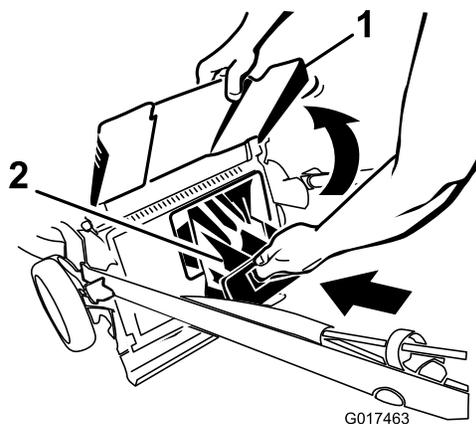

Figure 26
**Important:** Vérifiez que l'obturateur de l'éjecteur arrière est verrouillé en place. Pour verrouiller l'obturateur : relevez le déflecteur d'éjection (Figure 26), appuyez fermement sur l'obturateur jusqu'à ce qu'il s'enclenche en position derrière les pattes, et tournez le levier situé sur l'obturateur vers la gauche (Figure 27).